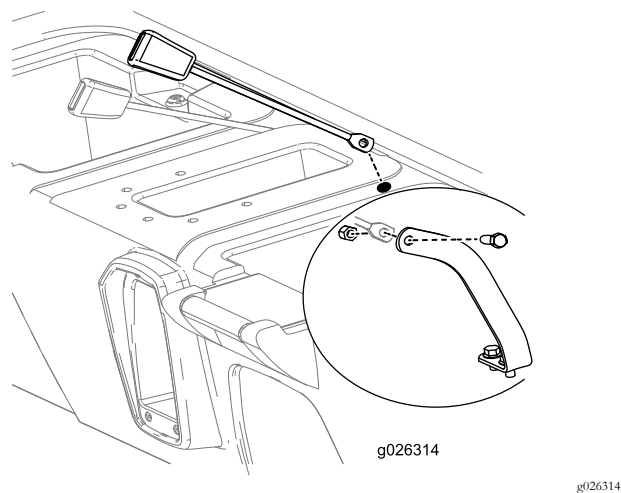

图11
8. 将各个安全带锁定组件插口端的安装侧插入座椅底座上新钻出的孔内图11。
9. 如图11所示用螺栓 7/16 英寸和螺母 7/16 英寸将各个安全带总成的插口端安装到各个安全带锚栓上。